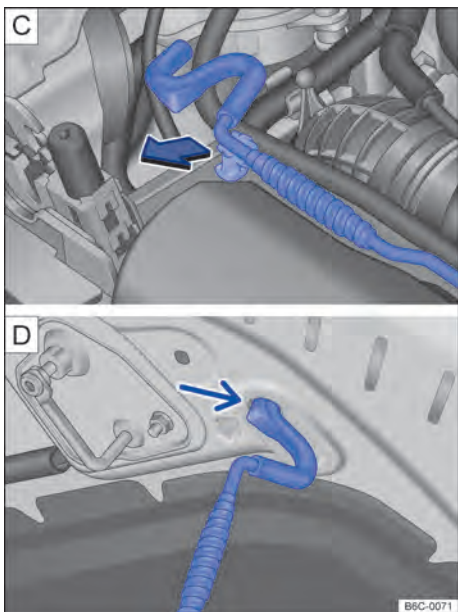

Fig. 153 **C** Haste de sustentação da tampa do compartimento do motor. **D** Tampa do compartimento do motor apoiada na haste de sustentação.
- Retirar a haste de sustentação do suporte no sentido da seta → Fig. 153 **C** e posicioná-la na abertura na tampa do compartimento do motor → Fig. 153 **D**.
- Retirar a haste de sustentação do furo → Fig. 153 **D** e encaixá-la no suporte do fecho → Fig. 153 **C**.